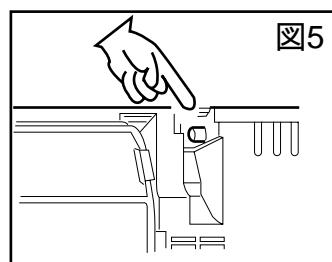
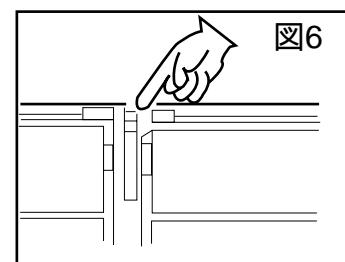

図5
図6
- 右側のヒンジを本体中央側に押しながら本体側の突起（図5）をヒンジの穴にはめ込みます。次に中央のヒンジが本体側の突起（図6）に確実にはまっているか確認してください。